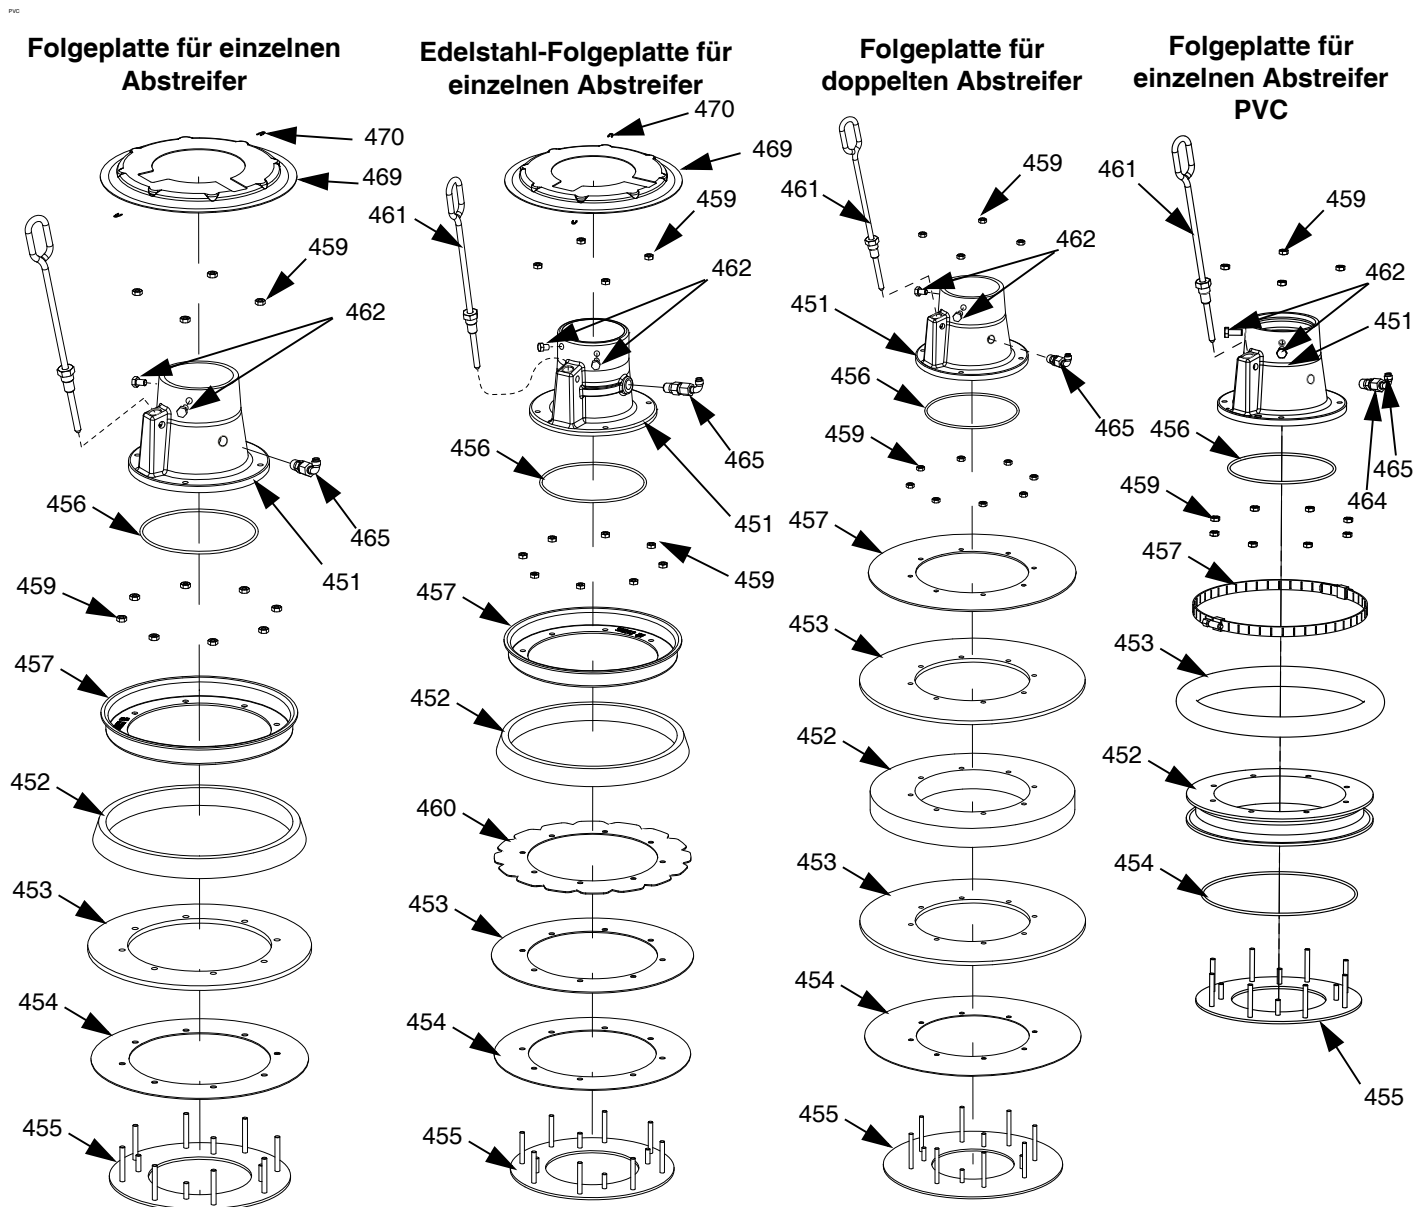

ABB. 14: Einzelne und doppelte Abstreifereinheiten
1. Abstreifereinheit ausbauen, siehe dazu ABB. 14:
- a. Für alle Folgeplatten mit einem Abstreifer: Die zwei Clips (470) mit einer Nadelzange entfernen und Folgeplatten-Abdeckung (469) abnehmen.
- b. Die acht Muttern (459) entfernen, mit denen die Abstreifereinheit am Folgeplattenkörper (451) befestigt ist und Abstreifereinheit entfernen.
2. Die acht Muttern (459) an der Abstreifereinheit entfernen.
3. Obere Platte (457), Distanzstück (452), Abstreifer (453), Abstreiferhalterung (454) und untere Platte (455) trennen.